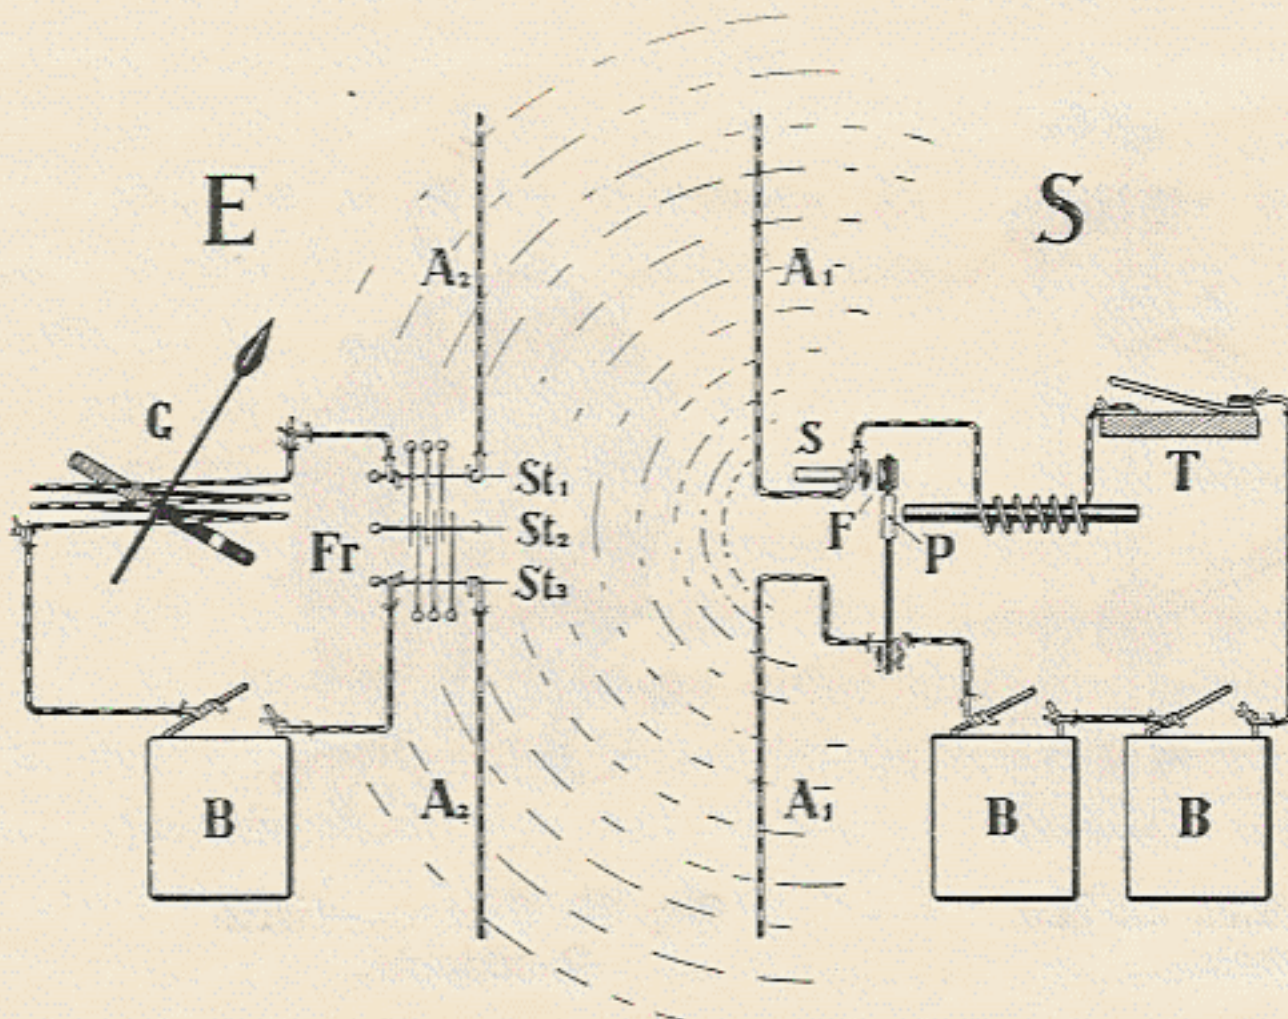
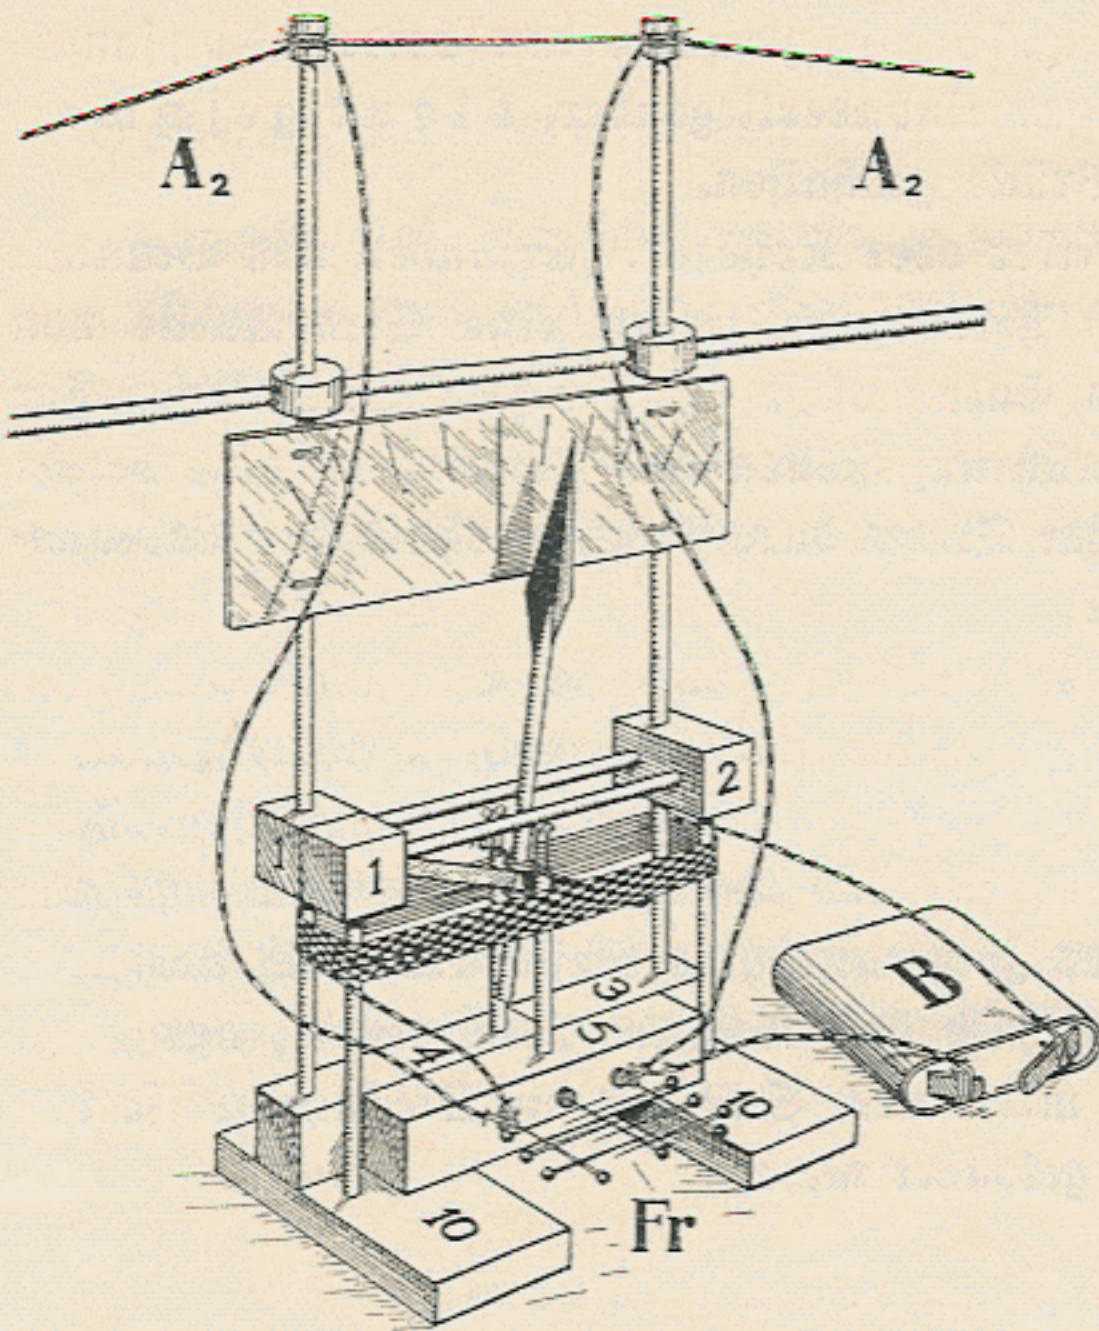

Fig. 70. Schaltschema.
Fig. 73. Empfänger. A_2 = Antennen, Fr = Fritter, B = Batterie.
Beim Wagnerschen Hammer sowie bei der Klingel sahen wir an der Unterbrechungsstelle Funken auftreten, die wir nun zu unseren Versuchen benützen wollen. Jeden der beiden Unterbrecherkontakte verbinden wir nämlich mit je einem Sendedraht (Antenne). Beim Schließen des Stromes durch den Taster T (Fig. 70) wird ein Wagnerscher Hammer in Tätigkeit gesetzt, es treten nun bei F Funken auf und von den Antennen A_1 gehen elektrische Wellen aus.
Nun gilt es, diese elektrischen Wellen in einiger Entfernung vom Sender mittels eines Empfängers wahrnehmbar zu machen. Fig. 70 (E) zeigt uns die Wirkungsweise unseres Empfängers.
Bei der Empfangsstation E (Fig. 70) ist zwischen den beiden Empfangsantennen A_2 durch eine Anzahl lose aufeinanderliegender, blank geschmirgelter Stahlstecnnadeln eine Art Brücke geschaffen.
Diese Anordnung nennt man Fritter oder Kohärer. (Erfunden von Branly.) Wie aus dem Schaltschema (Fig. 70) hervorgeht, liegen eine Stromquelle von etwa 2 Volt, der Fritter Fr und das Galvanoskop G in einem Stromkreis. Die Leitungsmöglichkeit an den losen Berührungsstellen des Fritters ist eine derart geringe, so daß nur ein äußerst schwacher Strom durchfließt, weshalb das Galvanoskop keinen merklichen Ausschlag zeigt.
Die Wirkungsweise geht aus Fig. 1 hervor und wurde anfangs besprochen. Das Zeigerwerk des Vertikal-Galvanoskops ist in Fig. 73 dargestellt. Die stark magnetisierte Magnetnadel steckt gut ausbalanciert in einem geschlizten gelben
Der Fritter Fr (Fig. 73) besteht aus neun gut gereinigten (geschmirgelten) Stecknadeln, deren zwei St_1 , St_2 (Fig. 70) mit dem Batteriestromkreis verbunden sind. Die Nadel St_2 dient nur als Auflage und zur Vermehrung der Berührungstellen. Die darüberliegenden sechs Stecknadeln müssen ebenfalls gut geschmirgelt sein.
Nun stellen wir den Sender in geringer Entfernung so auf, daß seine Antennen zu denen des Empfängers parallel stehen (siehe Fig. 70).
Die Schaltung ist dieselbe wie bei Fig. 70 (E), und zwar kommen bei St_1 und St_2 die beiden Bleche (Fig. 75), die einander auf $\frac{1}{2}$ mm genähert werden müssen.
Gelingt der Versuch bis auf 2 m Entfernung oder noch weiter, so können wir ohne weiteres durch eine nicht allzu dicke Mauer hindurch Wellen senden. Wichtig ist hierbei nur, daß beide Apparate einander genau gegenüberstehen und die Antennen des Senders zu denen des Empfängers parallel stehen (Fig. 70). Jeder Apparat muß von der Wand mindestens $\frac{1}{2}$ m entfernt sein.